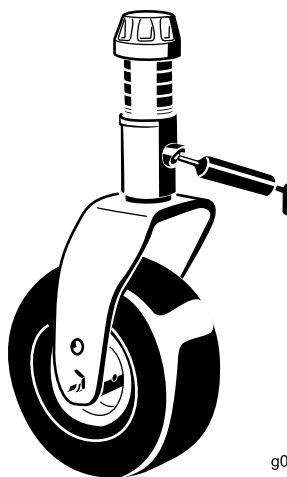

Figura 39
- Casquillos del eje de la horquilla de la rueda giratoria (2) (Figura 39)